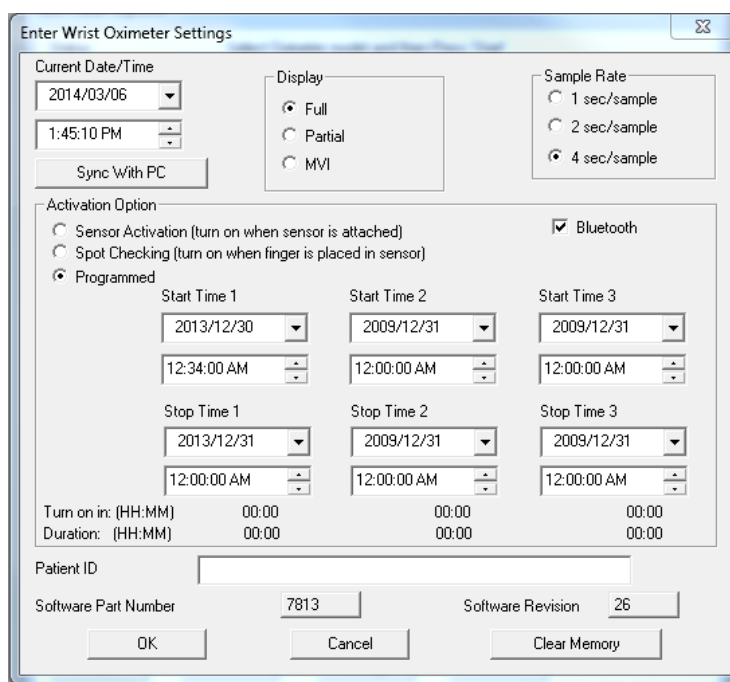

Figura 16: Finestra delle impostazioni di nVISION
6. Si apre la finestra "Immettere impostazioni ossimetro da polso" (figura 16). Aggiornare o modificare le modifiche se necessario.